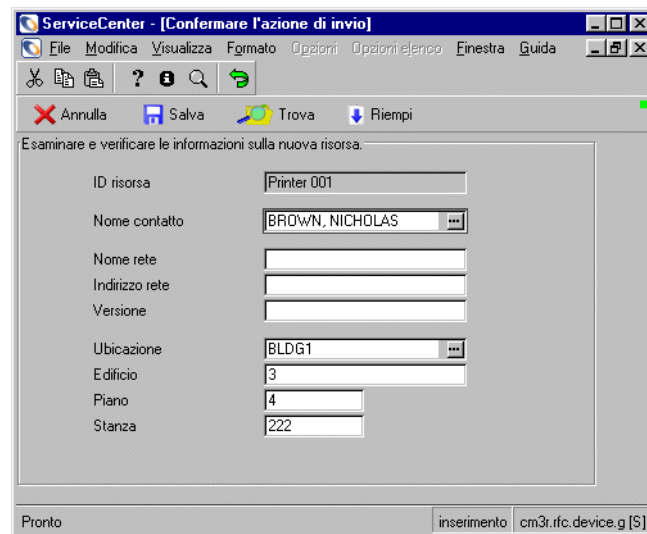

Figura 10-35: Esame e verifica delle nuove informazioni sulla risorsa
- 6 Verrà visualizzata la seguente finestra di dialogo di conferma (Figura 10-35 a pagina 491) che consentirà all'esecutore della modifica di esaminare e verificare le nuove informazioni sulla risorsa. L'esecutore della modifica provvede ad aggiornare le informazioni.